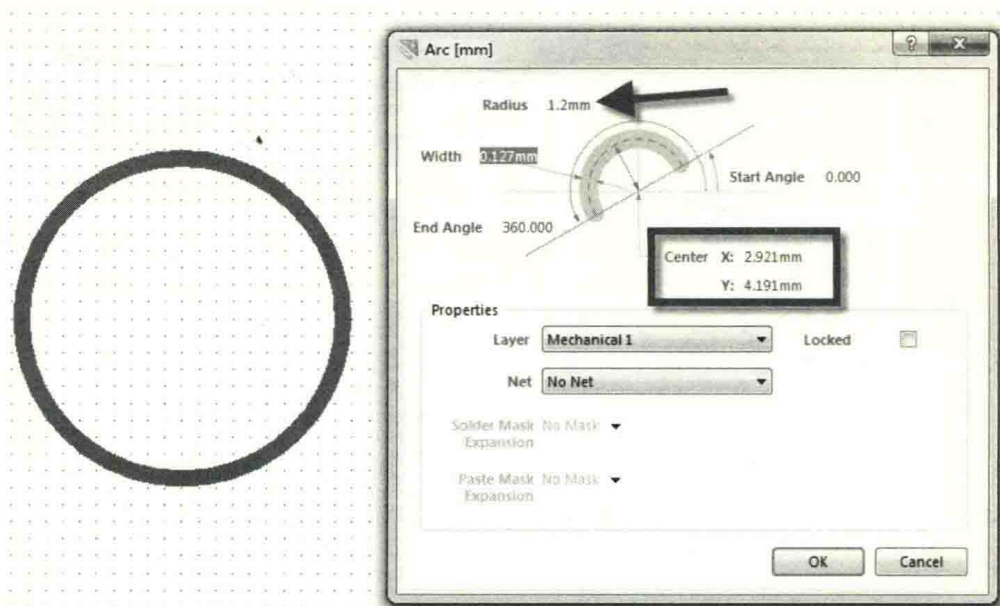

图 7-30 固定孔标识信息读取
(1) 双击导入型板框的固定孔标识，可以从弹出的对话框中看出固定孔的大小及中心 X、Y 轴的坐标信息，如图 7-30 所示，复制这些信息。